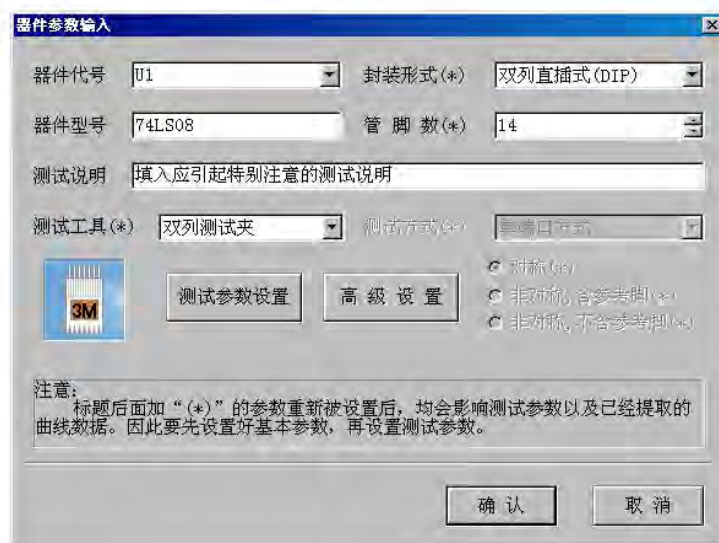

图 3
- ①工具示意图区： 显示图 3 选取的测试工具。
- ②扫描波形图区： 显示扫描波形设置区波形选项选择的波形。
- ③触发脉冲设置区： TR210A 型号不可选择。
- ④扫描波形设置区，包括：